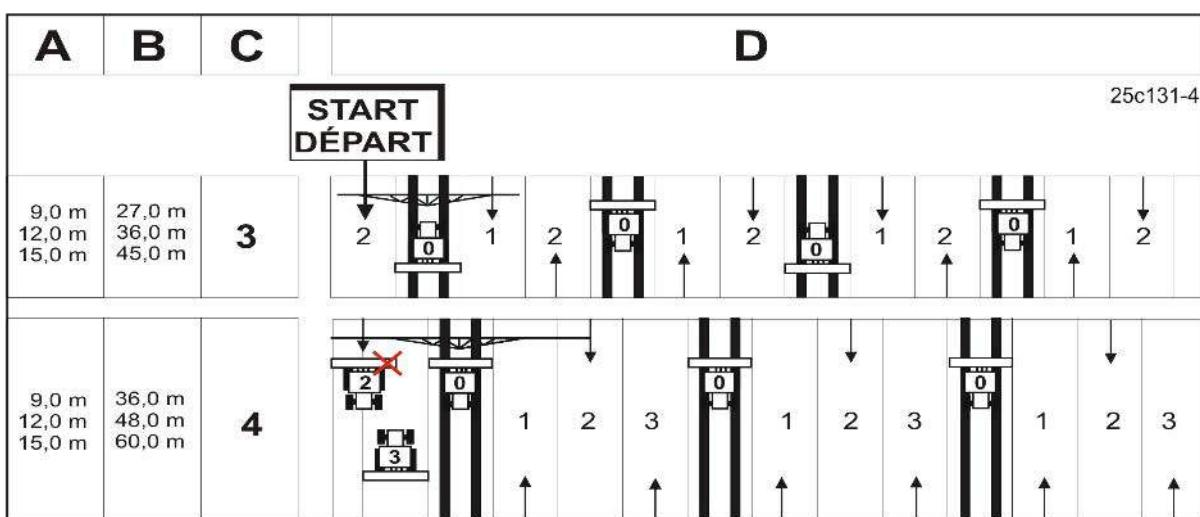

Рис. 64
Создание технологических колей представлено на рисунке (Рис. 64) на нескольких примерах:
1. См. в таблице (Рис. 64):
На рисунке (Рис. 64) показаны примеры создания технологических колей с 4-м ритмом переключения.